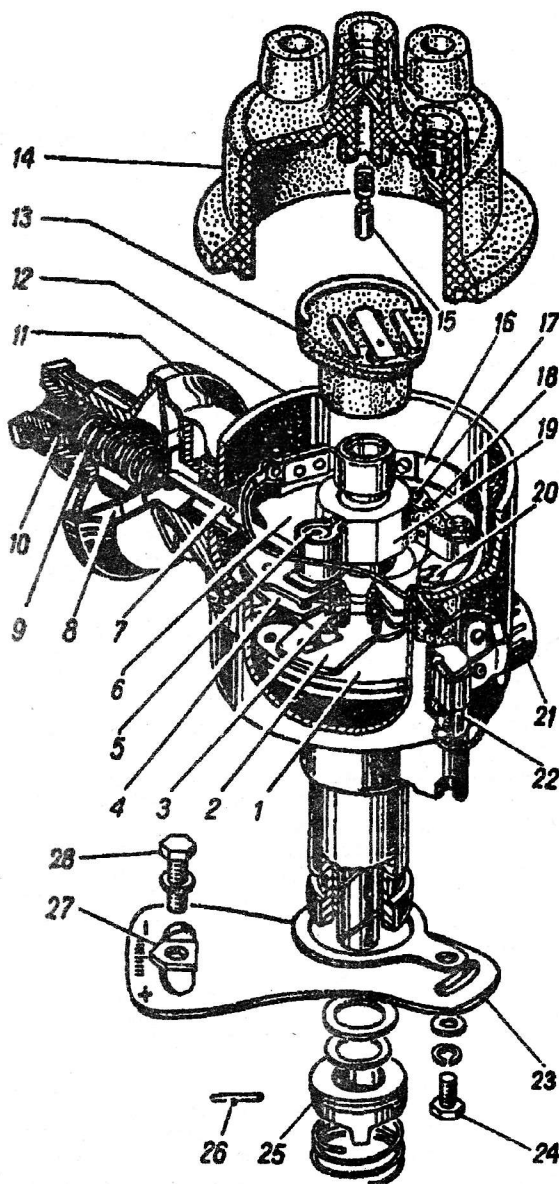

Рис. 254. Распределитель зажигания:
**Распределитель зажигания Р119-Б** (рис. 254) служит для прерывания тока цепи низкого напряжения катушки зажигания, распределения импульсов тока высокого напряжения по свечам и для автоматического регулирования момента зажигания в зависимости от оборотов и нагрузки двигателя. Автоматическая регулировка момента зажигания в зависимости от оборотов и нагрузки осуществляется центробежным и вакуумным автоматами.
При наличии радиального люфта валика до 0,2—0,3 мм необходимо заменить медно-графитовые вкладыши. Для этого снимают пружинное кольцо валика и выбивают штифт 26 (рис. 254).